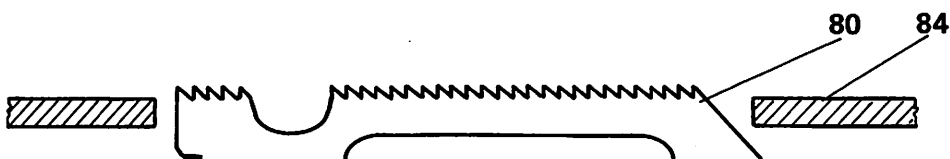

Fig. 20
- Allentare la vite 87 e spostare verticalmente la griffa sino ad ottenere l'altezza richiesta (fig. 20).